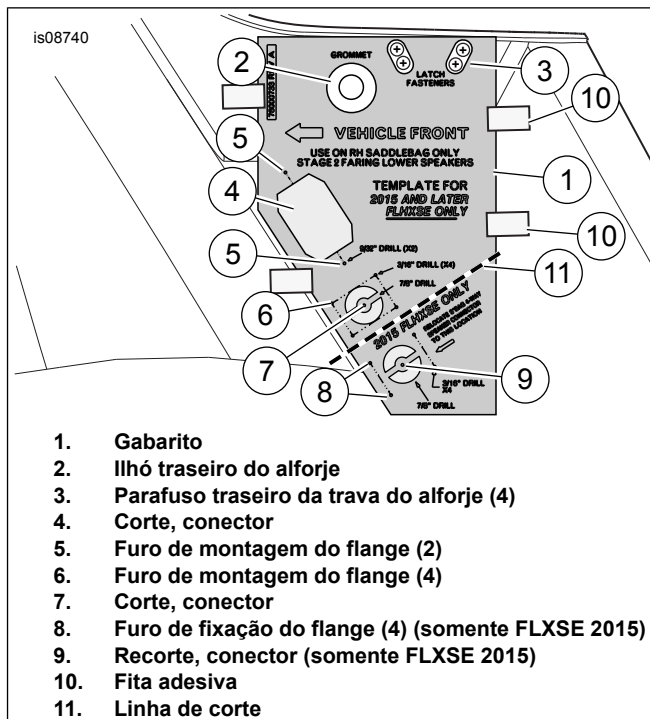
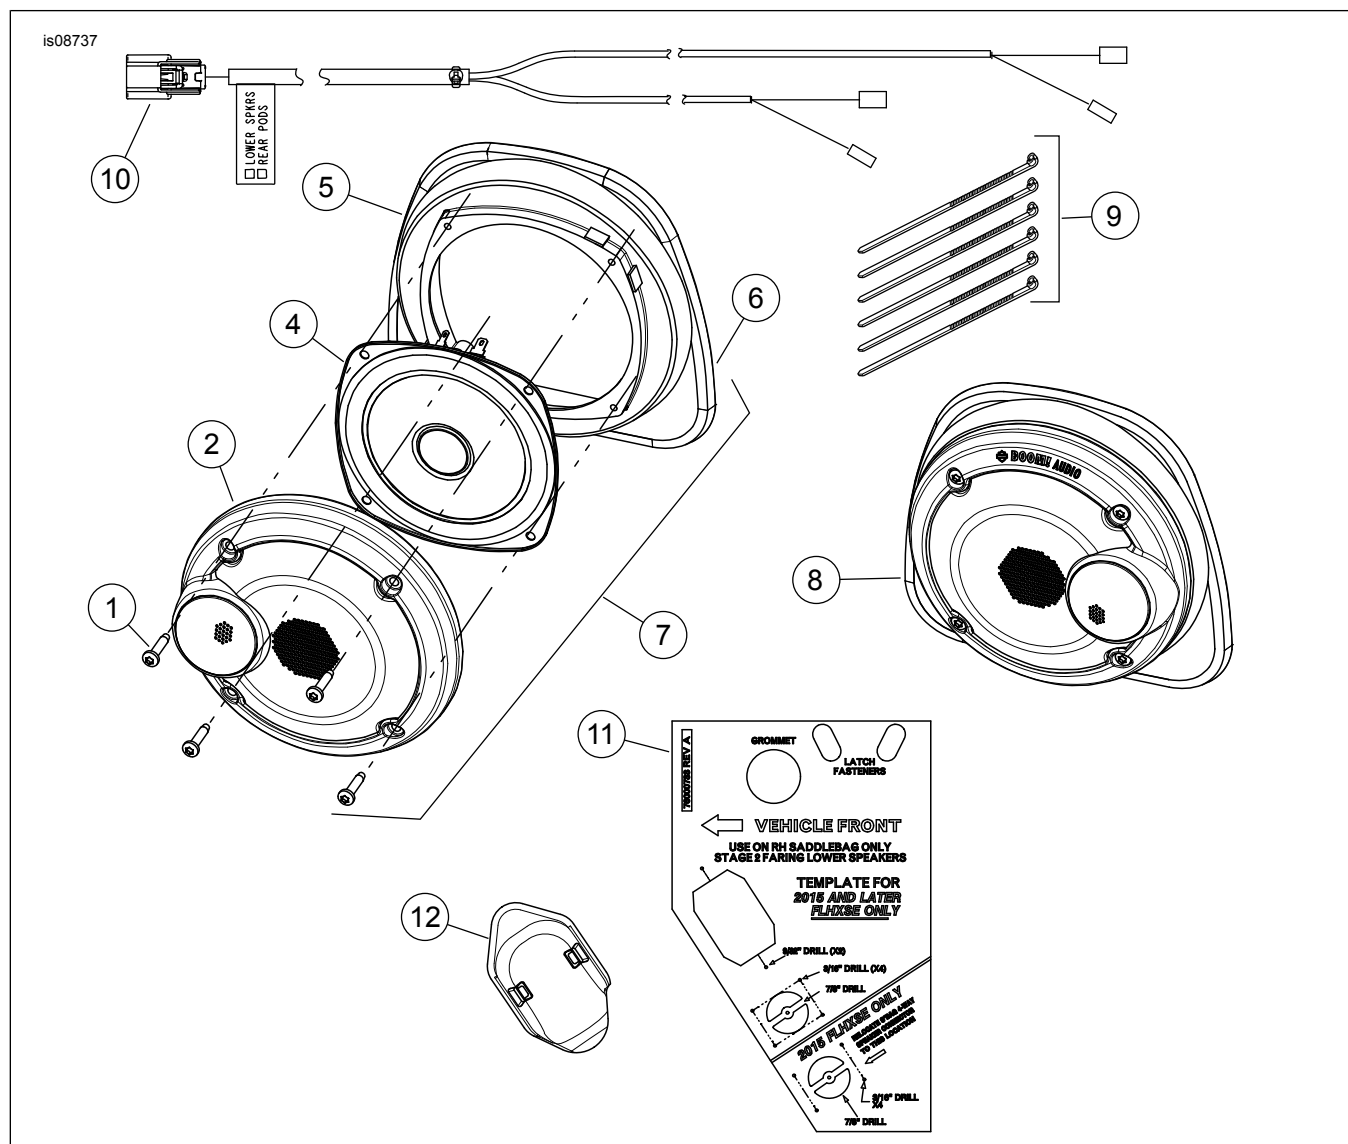

Figura 3. Instalação do chicote de fios para corte e perfuração do alforje direito
Figura 4. Peças de serviço, alto-falantes da carenagem inferior
Veja Figura 4 e Tabela 1 .
1. Veja Figura 4 .
- a. **Veículos com sistema Stage I:** passe os cabos pequenos do terminal no chicote de fios (10) até a carenagem inferior.
- b. **Veículos com sistema Estágio II:** o chicote de fios (10) não é utilizado e pode ser descartado. Passe o chicote de fios na lateral do veículo, conforme as instruções no kit de instalação do **amplificador** . **NÃO** faça nenhum furo na carenagem inferior.
Fixe o conector [313] no chicote de fios (10). Veja Figura 4 . Prossiga para a seção **CONCLUSÃO** deste documento.
1. Veja Figura 3 . Utilize o gabarito (1) para cortar as aberturas no alforje para o conector flangeado de 18 direções do amplificador da **carenagem inferior** [289-1].
- b. Coloque o gabarito sobre o alforje. Alinhe as aberturas do ilhó (2) e do parafuso da trava (3). Use a fita adesiva (10) para prender o gabarito no lugar.
- d. Trace a linha do corte (4) no alforje. Trace a linha do corte (7) no alforje. Trace o contorno do corte (9) no alforje.
- e. Faça dois furos (5) de 7,25 mm (9/32 polegadas) para os locais de montagem do flange do conector. Faça cinco furos de 3/16 polegadas **(4,5 mm? 5 mm? qual melhor?)** (6) para os locais de fixação do flange do conector. Faça cinco furos de 3/16 polegadas **(4,5 mm?) (5 mm?)** (8) para os locais de montagem do flange do conector.
- f. Remova o gabarito. Use uma serra pneumática ou ferramenta similar para cortar o recorte do conector (4). Verifique o tamanho da abertura (4) com o conector flangeado de 18 direções [289-1A] no chicote de fios do alforje (consulte Figura 4 , Item 7). Se necessário, molde o furo como visto no gabarito para obter um encaixe apropriado.
- a. Corte a parte inferior do gabarito ao longo da linha de corte (11). Descarte a parte inferior do gabarito.
- c. Coloque o gabarito sobre o alforje. Alinhe as aberturas do ilhó (2) e do parafuso da trava (3). Use a fita adesiva (10) para prender o gabarito no lugar.
- e. Trace a linha do corte (4) no alforje. Trace a linha do corte (7) no alforje.
- f. Faça dois furos (5) de 7,25 mm (9/32 polegadas) para os locais de montagem do flange do conector. Faça cinco furos de 3/16 polegadas **(4,5 mm?) (5 mm?)** (6) para os locais de montagem do flange do conector.
- g. Remova o gabarito. Use uma serra pneumática ou ferramenta similar para cortar o recorte do conector (4). Verifique o tamanho da abertura (4) com o conector flangeado de 18 direções [289-1A] no chicote de fios do alforje (consulte Figura 4 , Item 7). Se necessário, molde o furo como visto no gabarito para obter um encaixe apropriado.
- h. Depois de instalar o conector de 18 direções [289-1]: Instale a tampa do conector (12) por cima, encaixando no lugar. Prenda os pacotes de fios dentro do saco, usando abraçadeiras e bases adesivas fornecidas com o kit de instalação do amplificador. Conclua a instalação do amplificador Stage II, conforme as instruções **do** kit.
Veja Figura 3 , itens 6 e 7.